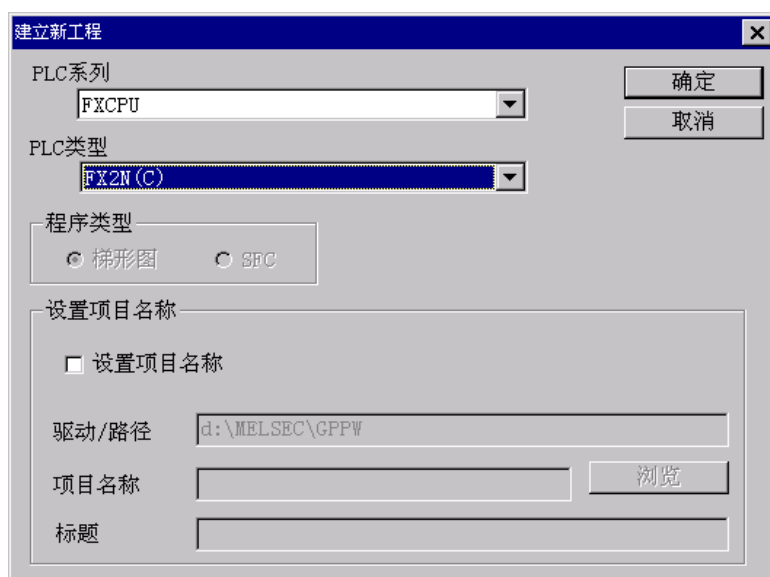
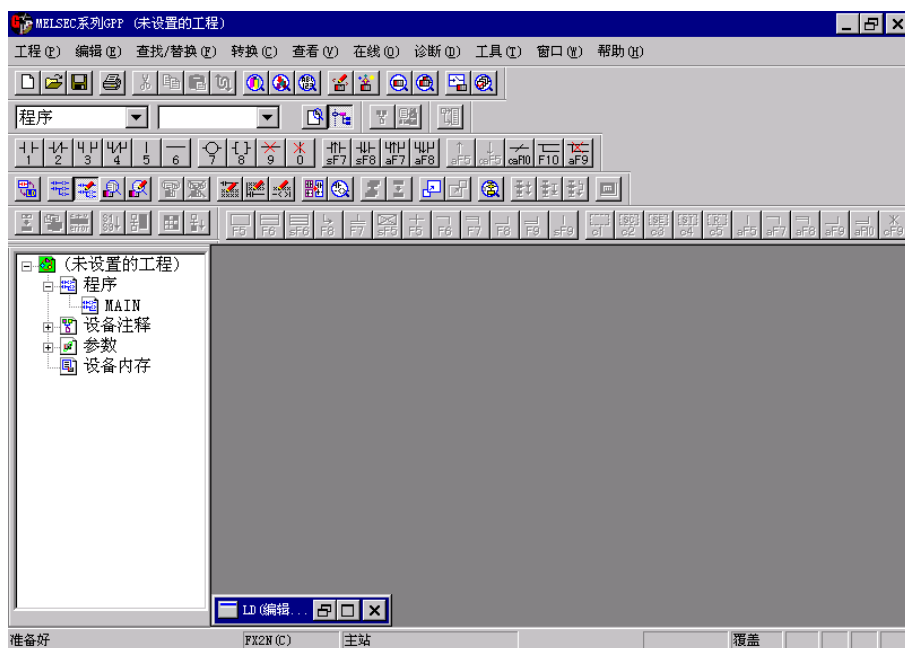

图 5-1
图 5-2
GPP 软件使用起来灵活、简单、方便, 我们把它安装在程序中, 使用时只要进入程序, 选中 MELSEC Applications → 在 WINDOWS 下运行的 GPP, 打开工程, 选中新建, 出现如下图 5-1 画面, 先在 PLC 系列中选出你所使用的程控器的 CPU 系列, 如在我们的实验中, 选用的是 FX 系列, 所以选 FXCPU, PLC 类型是指选机器的型号, 我们实验用 FX2N 系列, 所以选中 FX2N (C), 确定后出现如图 5-2 画面, 在画面上我们清楚地看到, 最左边是根母线, 兰色框表示现在可写入区域, 上方有菜单, 你只要任意点击其中的元件, 就可得到你所要的线圈、触点等。